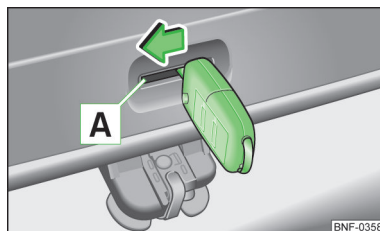

Bild 121 Nödupplåsning av bagageluckan
- Stick in bilnyckeln i spåret A » bild 121 i panelen så långt det går.